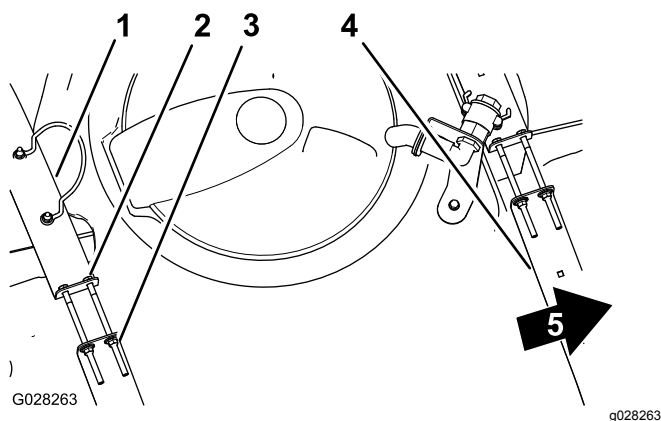

Figura 78
2. Verifique se há algum movimento entre as correias do depósito e o depósito (Figura 78).
3. Se as correias do depósito estiverem largas, aperte os parafusos e as porcas de bloqueio na parte superior das correias até estas ficarem justas à superfície do depósito (Figura 78).